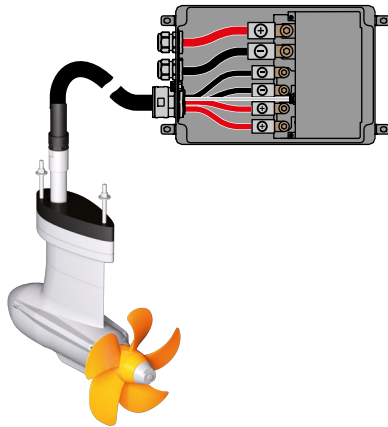

Fig. 11: Bekabeling elektronica-box
1. Draai de schroeven (1) van de elektronica-box los, om deze te openen.
4. Sluit de vermogenskabels aan op de overeenkomstig gemarkeerde polen (rood=+, zwart=-; 10 Nm), zie "**Fig. 11: Bekabeling elektronica-box**".
5. Sluit de motorkabel op de aansluiting van de motorsturing (6) aan.